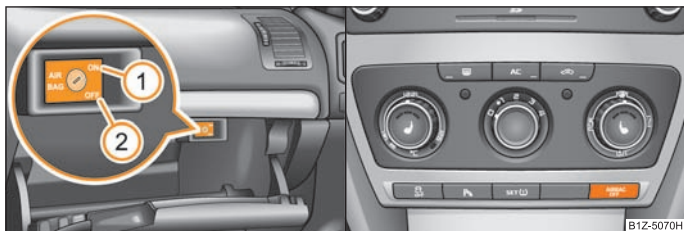

Fig. 142 Sertar: Comutator pentru airbagul frontal al pasagerului față/Lampa de control pentru dezactivarea airbagului pasagerului față
- dacă există airbaguri dezactivate, acest lucru va fi semnalizat de către lampa de control **AIRBAG OFF** din centrul tabloului de bord ⇒ fig. 142 - dreapta. ►
- Rotii cu cheia fanta comutatorului airbag în poziția ② (OFF) ⇒ fig. 142.
- Verificai, dacă la punerea contactului motor se aprinde lampa de control **AIRBAG OFF** din centrul bordului ⇒ fig. 142 - dreapta.
- Rotii cu cheia fanta comutatorului airbag în poziția ① (ON) ⇒ fig. 142.
- Verificai, dacă la punerea contactului motor nu se aprinde lampa de control airbag **AIRBAG OFF** din centrul bordului ⇒ pagina 150, fig. 142 - dreapta.
Lampa de control airbag se găsește în centrul bordului ⇒ pagina 150, fig. 142 - dreapta.